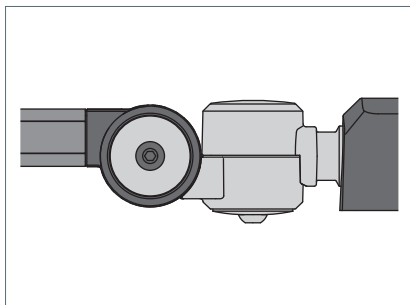

Fig. 4: Gelenk und Gelenkschraube.
- ▶ Ziehen Sie jede Gelenkschraube an, bis die Leuchte in der gewünschten Einstellung verharret, siehe Fig. 4.